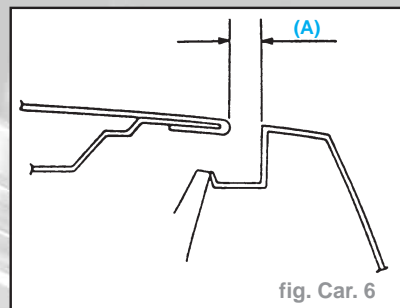

fig. Car. 6
- Régler l'intervalle (A) entre le capot et les ailes avec les boulons de charnière - 4 mm (fig. Car. 6). Capot et aile affleurant en haut. Serrer les vis de charnière à 1,3 daN.m.